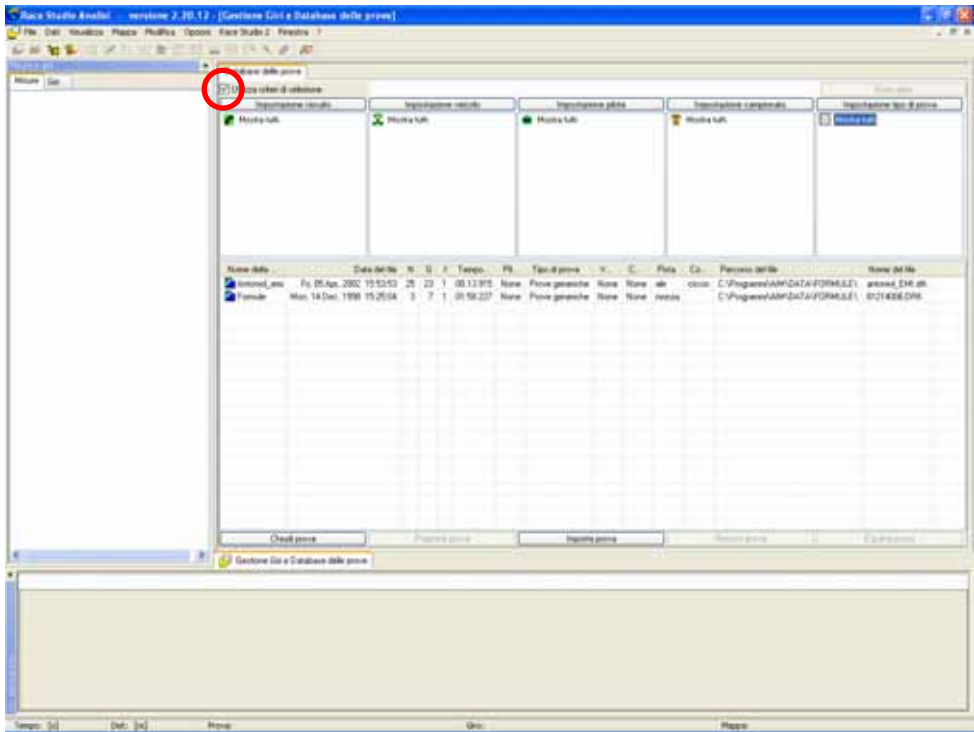

Figura 22: Race Studio Analysis – prima finestra
- abilita la casella “Usa criteri di selezione”, cerchiata in **Figura 22**. Nella parte inferiore della finestra vedi tutti i test inclusi nel database e nella parte superiore le categorie e le sub-categorie